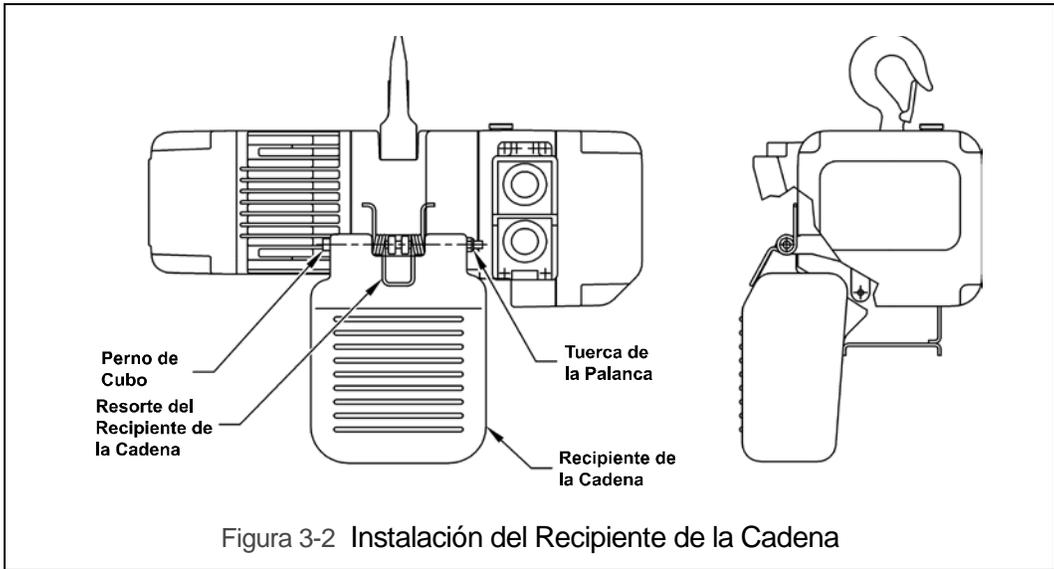

Figura 3-2 Instalación del Recipiente de la Cadena
3.2.2 Recipiente de la Cadena: Instale el recipiente de la cadena en el cuerpo del polipasto como se muestra en la Figura 3-2. Para colocar la cadena en su recipiente, meta la cadena en el recipiente empezando por el extremo libre. Tenga cuidado para no torcer o enredar la cadena. NUNCA ponga toda la cadena de un solo golpe en el recipiente. La cadena torcida o apelmazada se puede atorar contra el cuerpo del polipasto activando el embrague de fricción y dañando potencialmente la cadena.